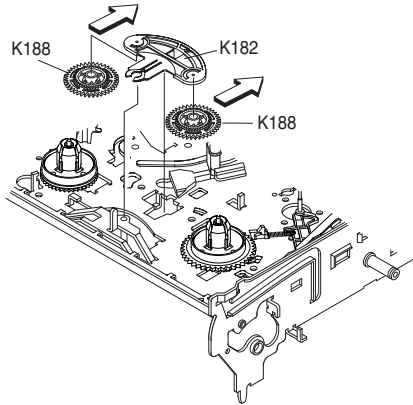

Fig. 14
- Schwenkrad (K182, Fig. 14) in Richtung Laufwerkrückseite schieben und abnehmen.